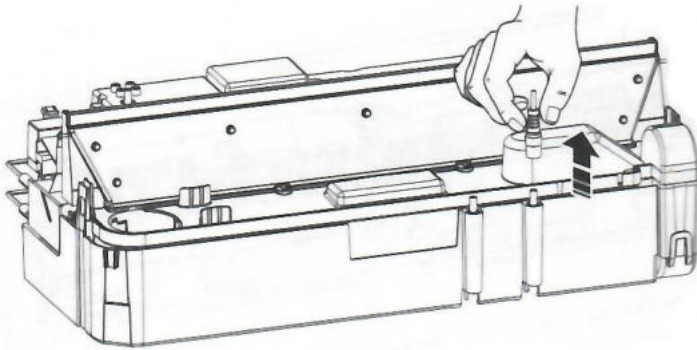

Fig 30
4. Trennen Sie die elektrische Verbindung auf der rechten Seite der Wanne (Abb. 30).